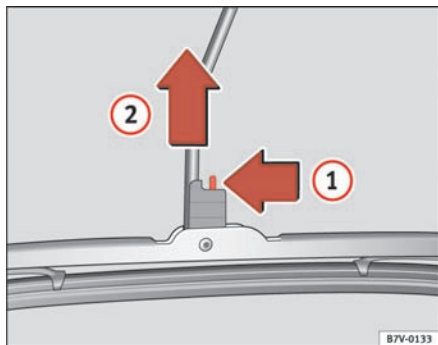

Fig. 148 Udskiftning af viskerblad bagpå
- Frigør viskerbladet i pilens retning ⇒ fig. 148 ①, og træk samtidig viskerbladet et stykke i pilens retning ②.
- Tag nu viskerbladet af viskerarmen modsat pilens retning ②.
- Sæt et nyt viskerblad **med samme længde og af samme type** på i pilens retning ②, og hægt viskerbladet tilbage på viskerarmen.
- Træk viskerbladet modsat pilens retning ②, indtil det går i hak.